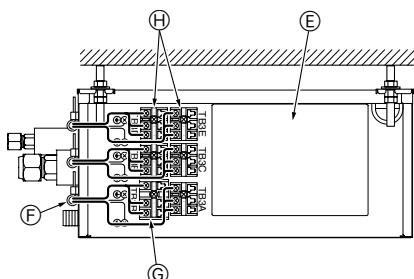

Fig. 9-3
4. Fixer chaque câble avec un attache-câbles. (Fig. 9-3)